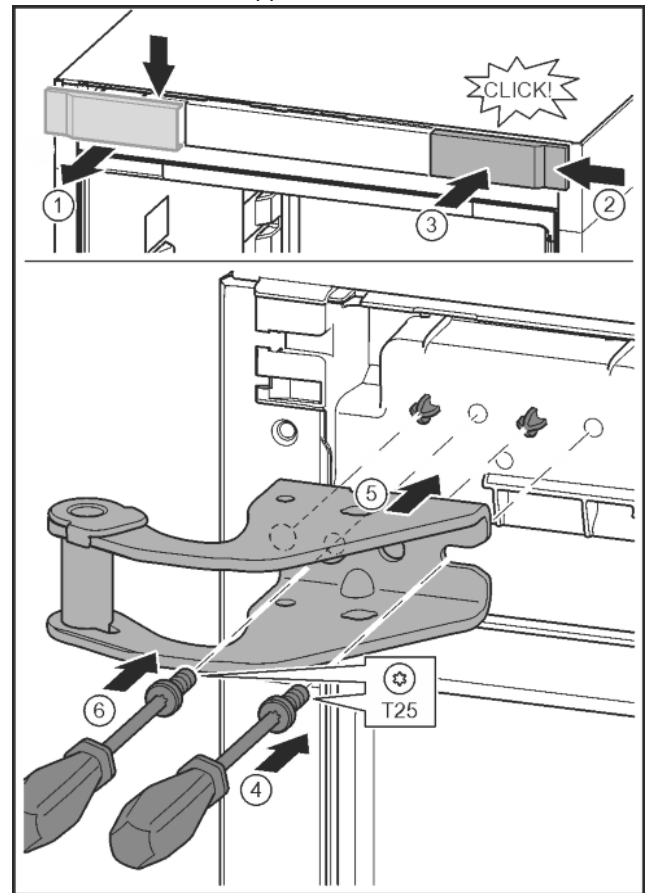

Fig. 9
- ▶ Staccare la copertura e rimuovere lateralmente. Fig. 9 (1)
- ▶ Agganciare la copertura ruotata di 180° sull'altro lato da destra. Fig. 9 (2)
- ▶ Inserire a scatto la copertura. Fig. 9 (3)
- ▶ Applicare la vite con il cacciavite T25. Fig. 9 (4)
- ▶ Applicare il blocco di supporto superiore. Fig. 9 (5)
- ▶ Serrare la vite. Fig. 9 (4)
- ▶ Applicare la vite con il cacciavite T25 e serrare. Fig. 9 (6)